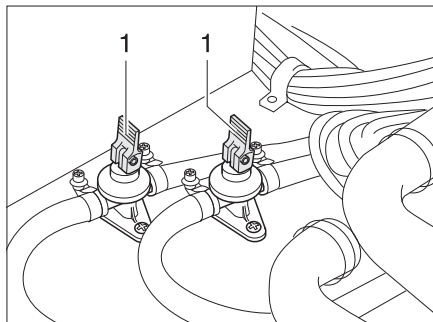

Bild 128 Ablasshähne
- Ablasshähne schließen. Dazu die Kipphebel (Bild 128,1) waagrecht stellen.
- Ablasshähne (Bild 128) öffnen. Dazu die Kipphebel (Bild 128,1) senkrecht stellen. Der Boiler wird über die Ablasshähne nach außen entleert.